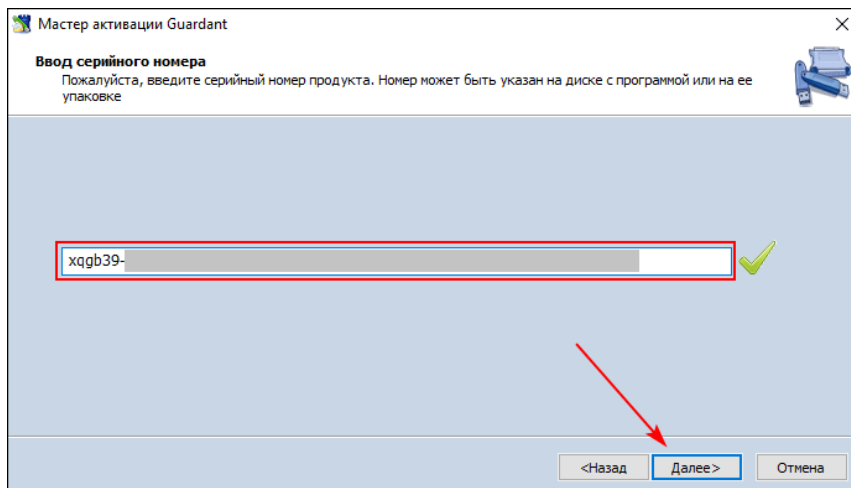

Рисунок 27 - Ввод серийного номера ключа
6. Введите серийный номер ключа и нажмите **Далее** (Рисунок 27).